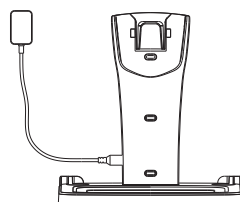

Fig. 5-1b
2. Sæt den store ende af adapteren i stikkontakten, og slut den derefter til strømkilden. (Se fig. 5-1b)